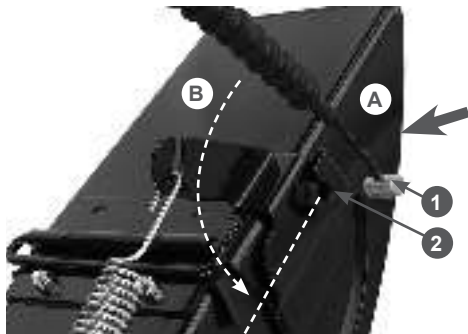

Рис. 20 Установка наконечника троса управления дефлектором жёлоба
- вставьте наконечник 1 троса в кронштейн 2 до упора, одновременно продевая трос через прорезь в кронштейне (действие А), после чего поверните трос в кронштейне на 90 градусов (действие В), как показано на Рис. 20;